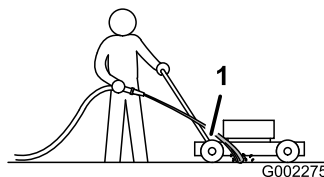

Figura 33
3. Sujete la manguera a la altura del manillar y dirija el agua para que fluya sobre el suelo justo por delante de la rueda trasera **derecha** (Figura 33).